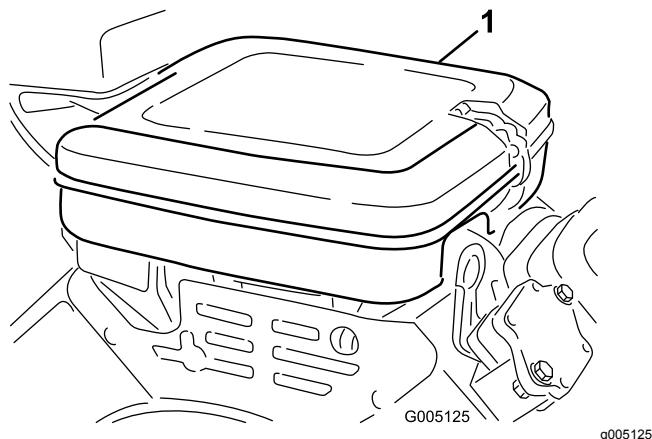

Figure 25
1. Nettoyez soigneusement le couvercle (Figure 25).